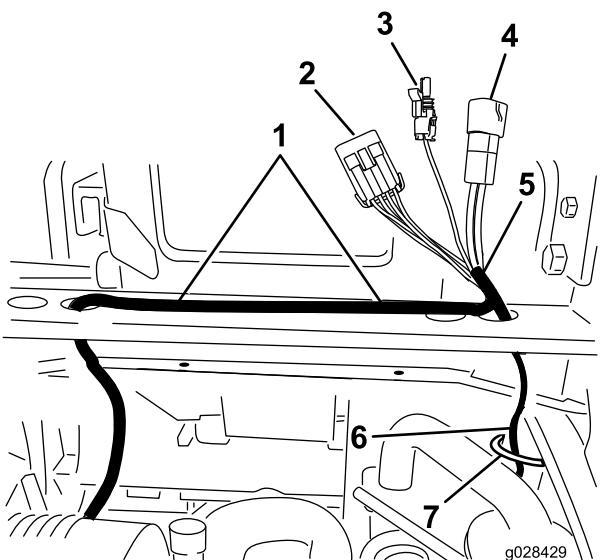

Figura 23
3. Desde el extremo del arnés de cables que tiene el conector grande, enrute el cable largo de la cabina (con 3 conectores) hacia abajo por el poste del ROPS, por debajo del travesaño del panel trasero y hacia arriba por el orificio de la parte inferior del panel de control (Figura 23).